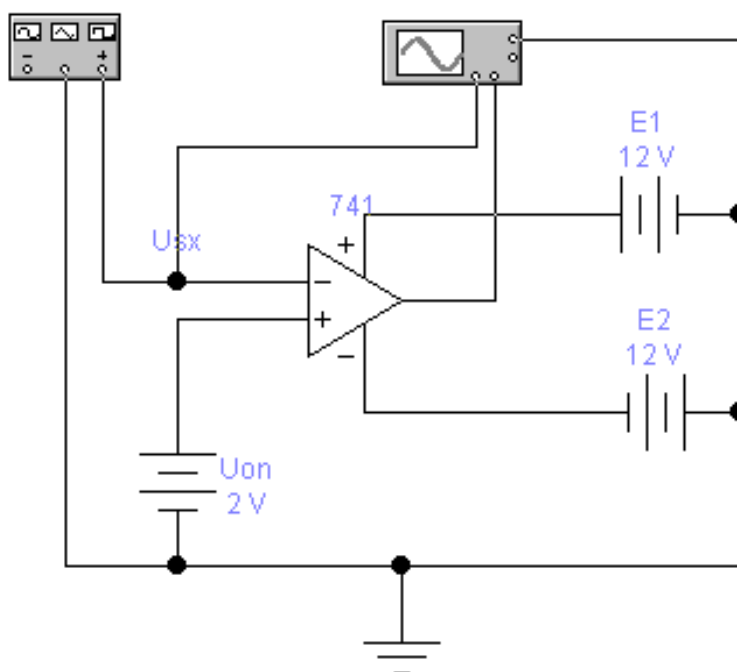

Рисунок 8.5 - Схема дослідження компаратора
2. Набрати схему компаратора (рис. 8.5).